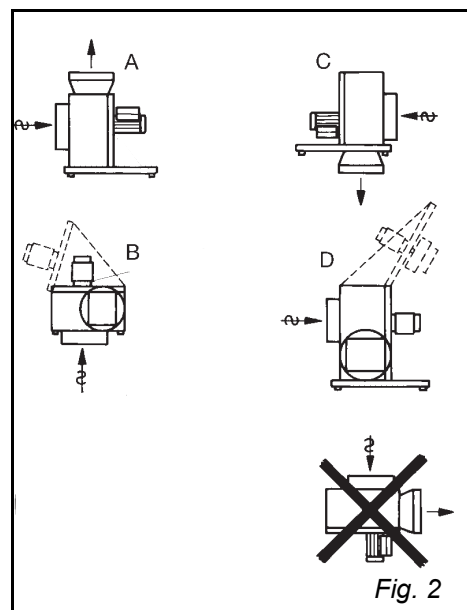

Fig. 2
Viften kan monteres på forskjellige måter (fig. 2) innendørs.
- **BESB 400 og 500:** Ved valg av monteringsmåte B (fig. 2/4) for BESB 400 og 500 må det bores frihuller (Ø16 - Ø20) i kabinettet for mutrene på bæreskinnene.
Alle enfasede vifter er spenningsregulerbare. Motoren er forsynt med termosikring. Termosikringen er fra fabrikken koblet i serie med motorens strømkrets (koblings-skjema i klemkassen fig. 1). Dersom det ønskes manuell reset ved termisk utkobling, brukes koblings-skjemaet fig. 2 der termosikringen brukes i styrekretsen for en kontaktor. Motoren er overbelastningsbeskyttet.